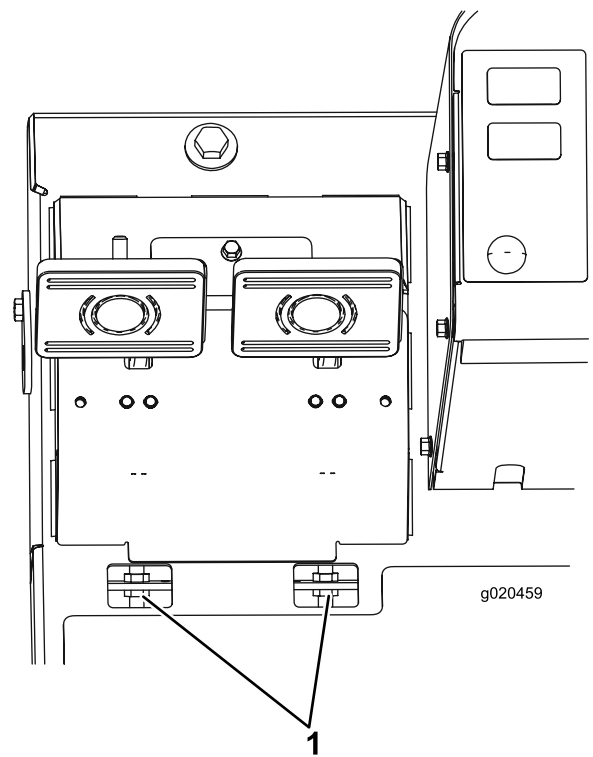

Рисунок 95
- В. Отпустите переднюю гайку на резьбовом конце троса тормоза (Рисунок 95).